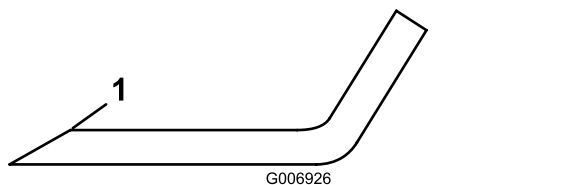

図 70
3. 全部のブレードの切っ先を丁寧に点検する。切っ先が鈍くなっていたり欠けていたりした場合には研磨する。研磨は刃先の上面だけに行い、刃の元々の角度を変えないように十分注意する【図 70】。ブレードの左右を均等に削れば、バランスを狂わすことなく研磨を行うことができる。